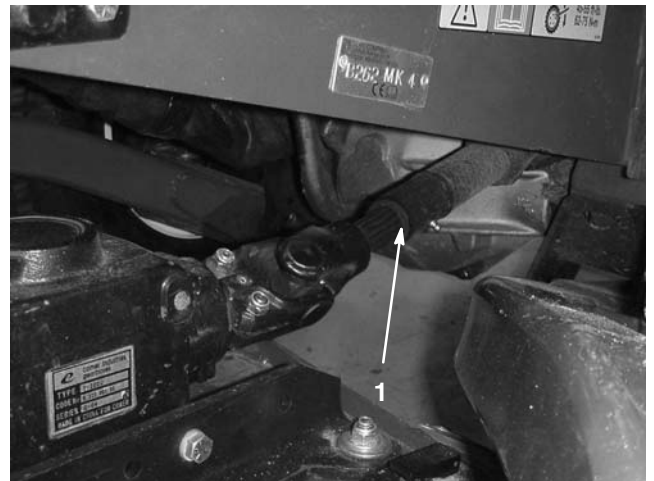

Figure 20
5. Éloignez le plateau de coupe de la machine, en séparant les parties mâle et femelle de l'arbre de PDF (Fig. 20).
3. Glissez l'arbre de PDF mâle dans l'arbre de PDF femelle (Fig. 20).